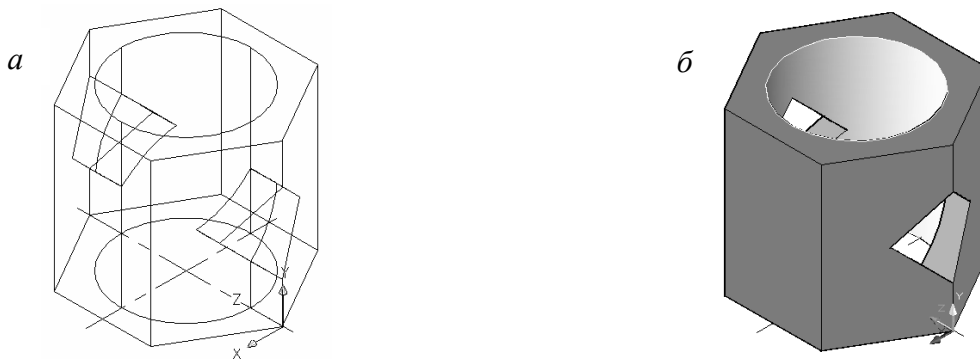

Рис. 6.8. Наочне зображення твердотілої моделі
10. Формують твердотілу геометричну модель заданого об'єкта, вилучаючи твердотілу квадратну призму і циліндр із твердотілої шестигранної призми (рис. 6.8, а), командою **Вычитание**  із плаваючої панелі інструментів **Редактирование тела**.
Показують курсором на квадратну призму та циліндр і натискають ліву клавішу миші, а потім клацають правою клавішею миші й одержують наочне зображення твердотілої моделі заданого геометричного тіла (рис. 6.8, а).
Для кращої візуалізації отриманого наочного зображення використовують кнопку  **Реалистичный** для розфарбування зображення (рис. 6.8, б), яку викликають із падаючого меню **Вид** → **Визуальные стили** → **Реалистичный**.
1. Перебуваючи в просторі моделі (натиснуто ярлик **Модель**), установлюють у ролі поточної користувацьку системи координат, на площину XU якої буде проєціюватися перша ортогональна проекція моделі. Для цього натискають піктограму **ПСК** плаваючої панелі інструментів **ПСК**. Модель створюють або вибирають із раніше створених моделей, наприклад, “Призма” (рис. 6.8, а).